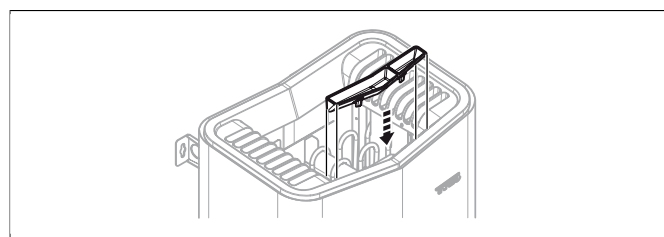

Fig 9: Montering av doftbehållare/lufffuktare
8. Montera örtskål/lufffuktare (se **Fig 9**, sidan 4).